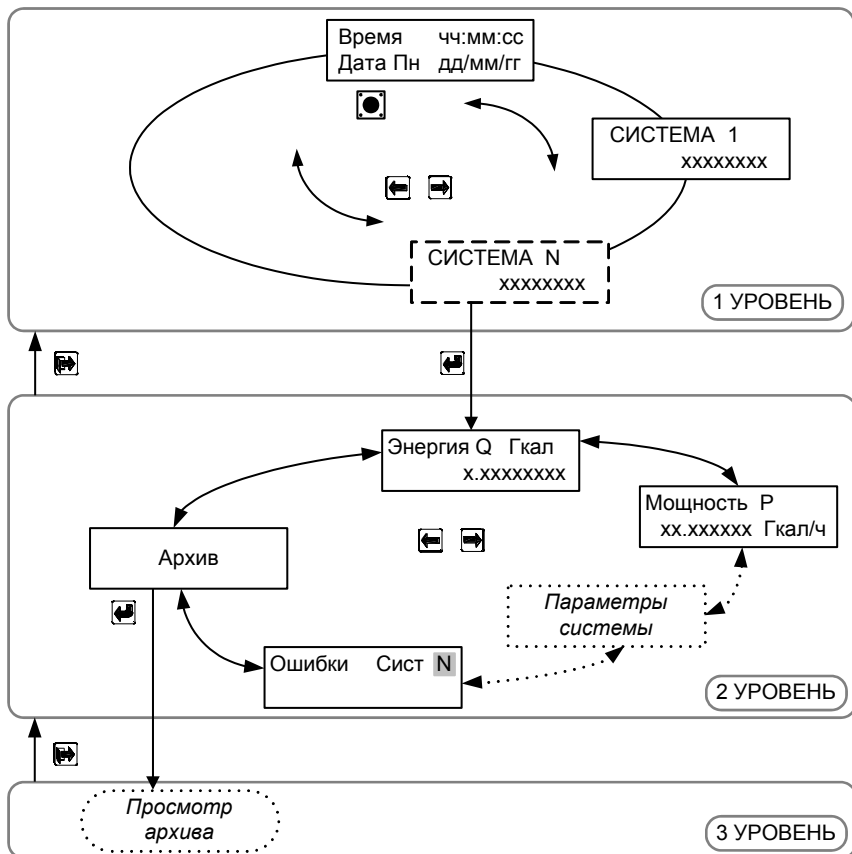

Рисунок 7.2
7.3.3 Порядок перехода между окнами режима «Рабочий» изображен на рис. 7.2.
Режим просмотра архива данных изображен на рис. 7.2а.
Рисунок 7.2а